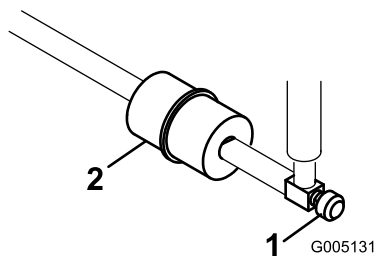

Figura 47
Nei tubi di alimentazione, tra il serbatoio del carburante ed il carburatore, è incorporato un filtro in linea (Figura 47). Verificate che la freccia sul filtro sia diretta lontano dal serbatoio del carburante.
1. Chiudete la valvola di intercettazione del carburante, allentate la fascetta stringitubo dal lato carburatore e rimuovete il tubo di alimentazione dal filtro (Figura 47).
2. Collocate una bacinella di spurgo sotto il filtro, allentate la restata fascetta stringitubo e rimuovete il filtro (Figura 47).